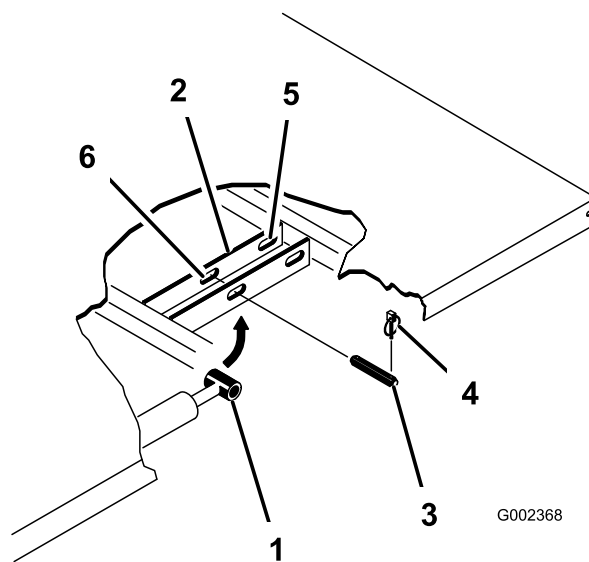

Figura 3
4. Îndepărtați tifturile de prindere de la capetele exterioare ale tifturilor cu cap i gaură tijă cilindru (Figura 3).
platformei împingând tifturile spre centrul mainii (Figura 3).